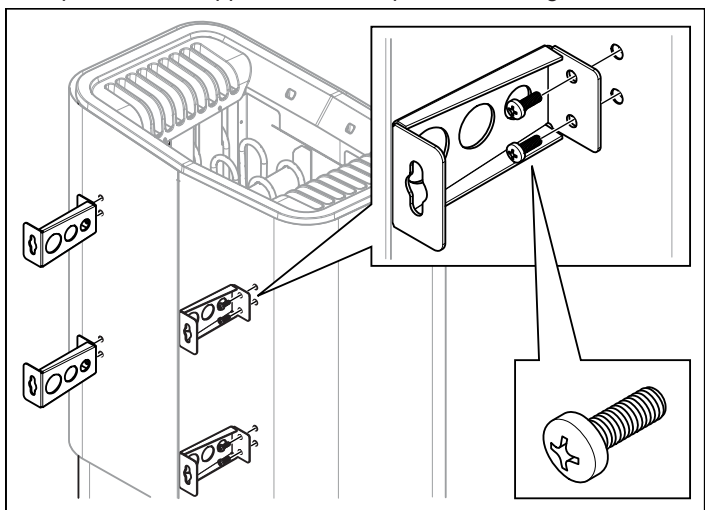

Fig. 10 : Monter les supports sur le poêle
- Déposer les deux premières vis de la face arrière du poêle et visser l'un des quatre supports. Répéter l'opération jusqu'à ce que tous les supports soient en place, voir la figure 10.